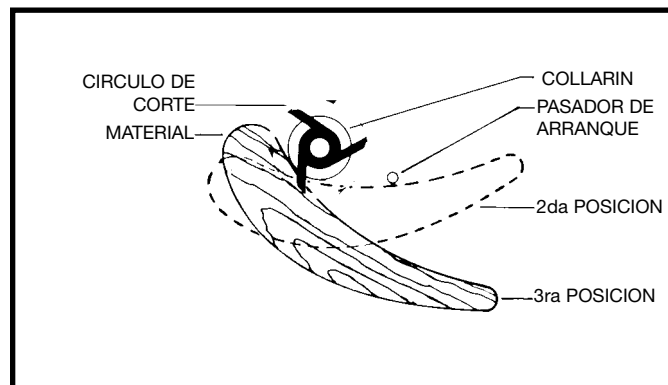

Fig. 47
3. Luego de haber iniciado el corte, el material es librado del pasador de arranque, y se frota solamente contra el collarín, como lo indica la tercera posición en la Fig. 47. **ALIMENTE SIEMPRE EN CONTRA DE LA ROTACION DEL CORTADOR.**